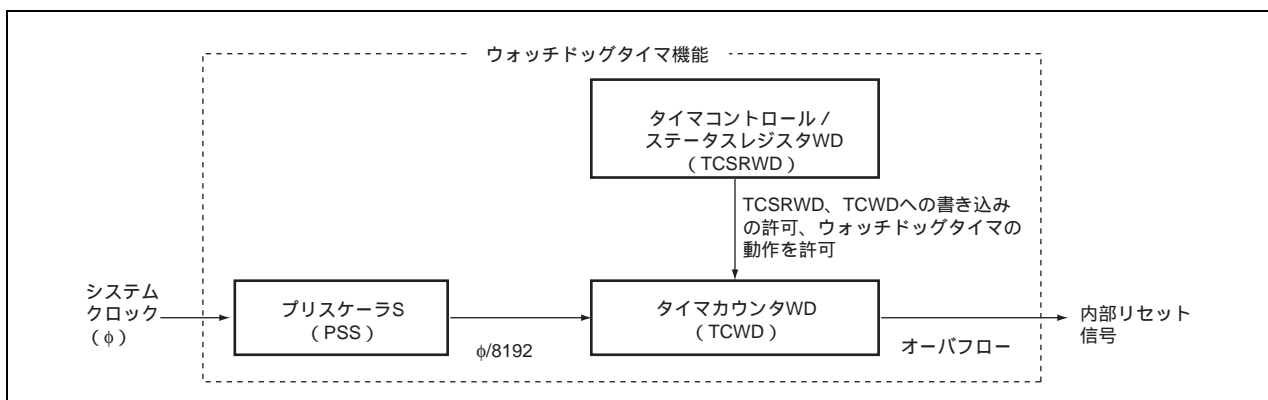

図 2.1 ウォッチドッグタイマ機能のブロック図
- (a) 図 2.1 にウォッチドッグタイマ機能のブロック図を示します。以下にウォッチドッグタイマ機能のブロック図について説明します。